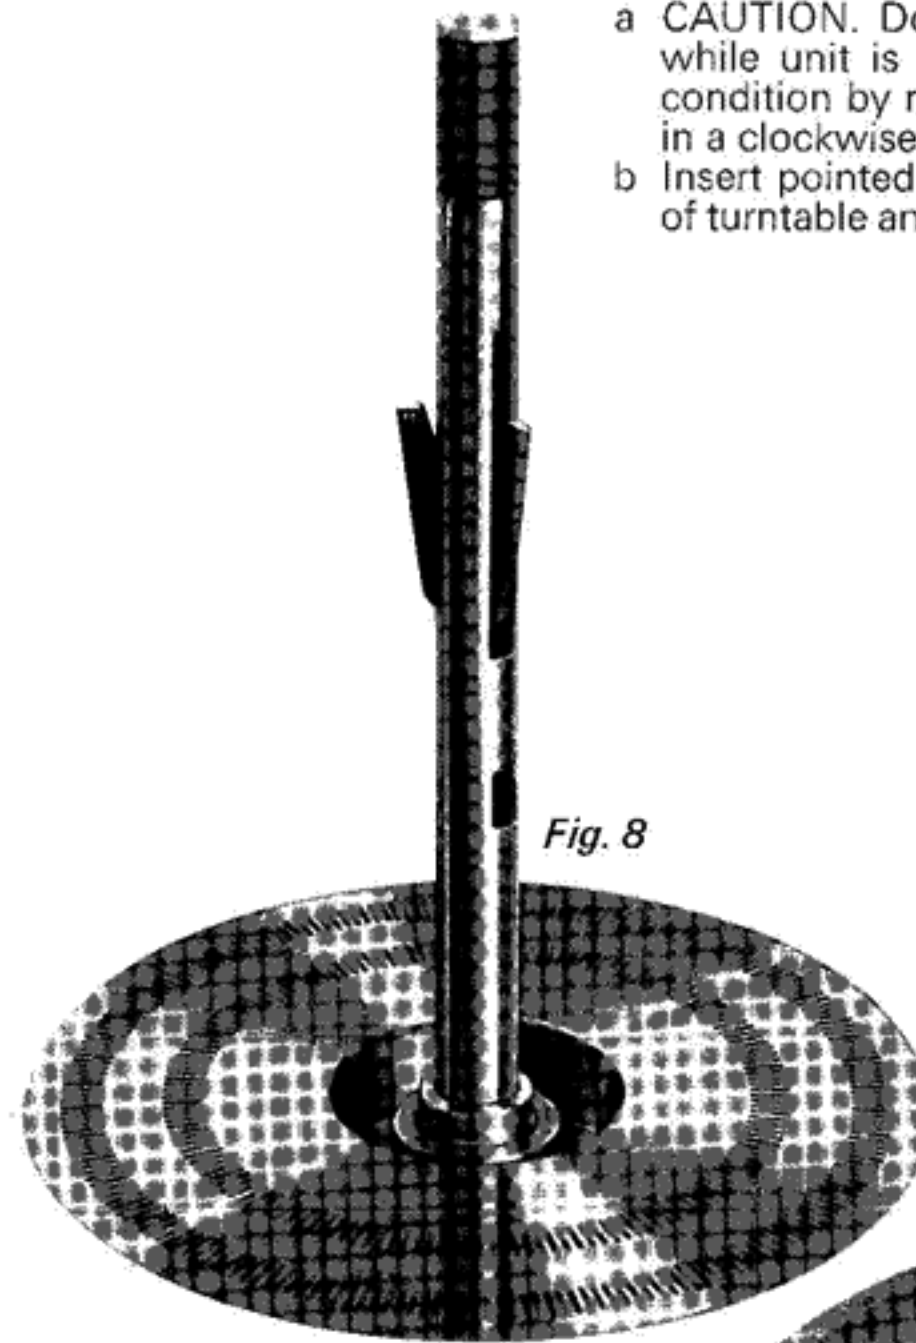

Fig. 8
- Insert automatic spindle (Fig. 8).